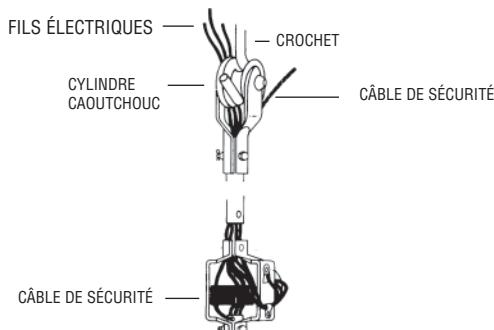
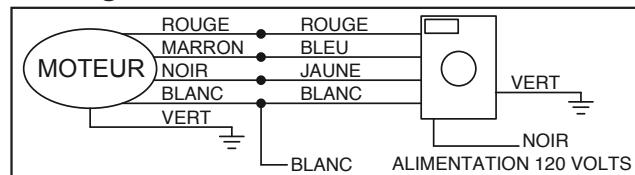

Figure 2
Figure 5
3. Faites glisser le chapeau de couverture supérieur (B) en forme de cloche en le remontant sur la tige. Faites aussi glisser le chapeau de couverture inférieur (C) vers le haut de la tige.
4. Passez les 5 fils et le câble de sécurité au travers du trou central de la manille acier de connexion au-dessus du moteur (A), puis continuez de passer fils et câble au travers de la tige creuse de suspension jusqu'à ce qu'ils ressortent par l'extrémité de manille supérieure.
**CONSEIL :** Le câble de sécurité doit être fixé sur un côté de la manille avec de la bande adhésive d'électricien pour l'empêcher de reposer sur le dessus du moteur durant le fonctionnement (*voir la Figure 2*).
6. Faites glisser le chapeau inférieur (C) vers le bas pour être à au moins 6,35 mm au-dessus du moteur.
7. Fixez les trois lames, leur côté incurvé en dessous vers le moteur, avec la cale d'isolation montée entre pale et ventilateur. Assurez-vous que le support de pale est à plat contre la plate-forme de moteur quand vous serrez les écrous de pales pour une bonne fixation (*voir la Figure 5*).
**IMPORTANT CONSEIL :** Il est important de remarquer la bonne position d'installation des serre-câbles comme illustré en Figure 5. Pour obtenir la meilleure force de maintien, installez la section étrier de l'attache en fin de câble ou sur sa petite partie, en chevauchant le grand morceau du câble. Une installation incorrecte réduit l'efficacité du raccordement jusqu'à 40%.